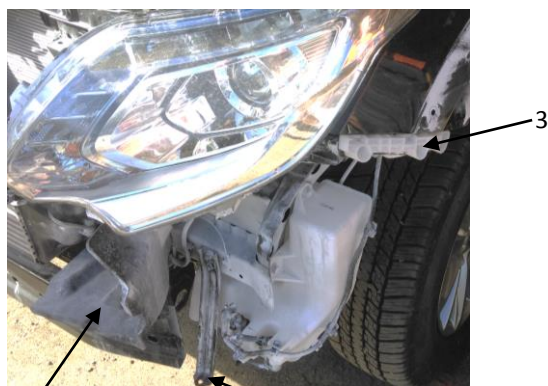

Рис.1
1. Снять с автомобиля расширители передних колесных арок, решетку радиатора, штатный бампер. Затем демонтировать пластиковые дефлекторы 1, кронштейны крепления штатного бампера 2, боковые фиксаторы штатного бампера 3 (рис.1).